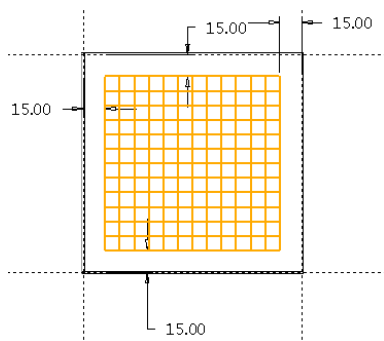

图 5-175 绘制曲线
- 03** 在 TOP 平面上绘制曲线，如图 5-175 所示。